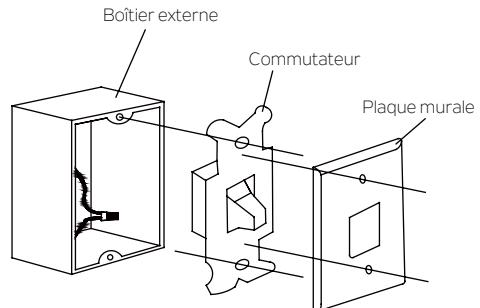

Fig. 25
**Étape 1.** Retirer la plaque murale existante et l'ancien interrupteur du boîtier de la prise murale. Raccorder les fils NOIR (chauds) ensemble et les repousser à l'intérieur du boîtier externe. (Fig. 25) ou sélectionner l'emplacement souhaité à l'aide d'un nouveau boîtier de prise murale.